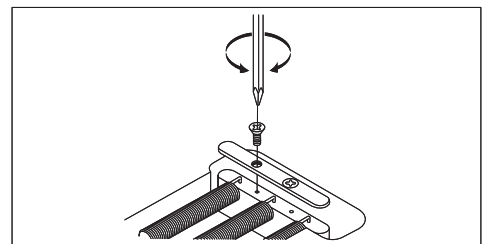

Abb. 27
- \* Die Federn des Edge-Pro Tremolo werden durch eine Sicherungsleiste an ihrem Block gehalten. Entfernen Sie mit einem Kreuzschlitzschraubendreher die Schrauben der Leiste (Abb. 27).